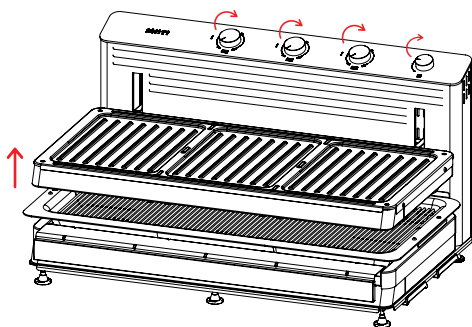
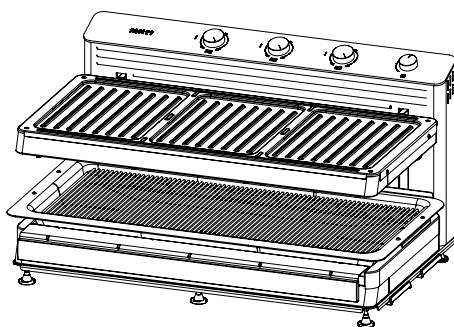

Figura 17
Figura 18
- Coloque los interruptores de encendido/apagados situados en la parte posterior del producto en la posición (I). En el modelo MiTi 09, el primer interruptor debe estar siempre encendido.
- Para mover la cámara de cocción ajustable, gire el botón de ajuste de distancia en el sentido de las agujas del reloj para elevar la parte superior a su altura máxima. (Figura 17 - Figura 18).
- Coloque los reguladores de potencia en la posición 100, deje que el aparato funcione en vacío durante unos 30 minutos y, a continuación, apáguelo. De esta manera, se quemarán y eliminarán los residuos y depósitos que hayan quedado en el aparato durante la producción. Durante este proceso, los elementos calefactores del aparato pueden generar olores y humo de forma puntual. Para evitar olores y humo, ventile la habitación suficientemente. (Figura 18).